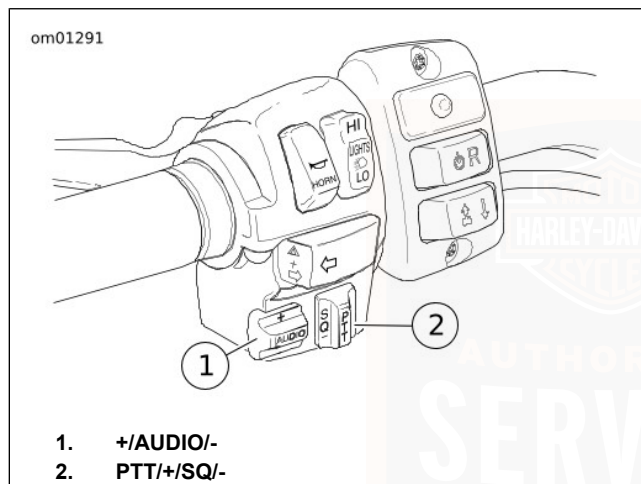

Figure 26. Commandes audio gauches
Voir Figure 26. Faciles à actionner pendant la conduite, les commandes audio sont montées sur le boîtier de commutateur gauche de la poignée gauche. Les commandes audio gauches sont un commutateur **+AUDIO/-** et un commutateur **PTT +/SQ/-**.
**AUDIO** : Voir Figure 26. Appuyer sur le commutateur de commande **AUDIO** pour accéder au menu Audio/Setup (audio/réglage) de l'affichage à cristaux liquides. Appuyer sur **AUDIO** et relâcher ou appuyer sur la touche programmable pour basculer vers la fonction affichée suivante dans la progression de Bass (graves), à Treble (aigus), à Fade (équilibreur), à Display (affichage), à Volume puis à AVC (commande automatique de volume).
Voir Figure 26. Le commutateur « pousser pour parler » (**PTT**) et de réglage de silencieux (**+SQ/-**) est situé sur l'ensemble de commutateurs de gauche du guidon.